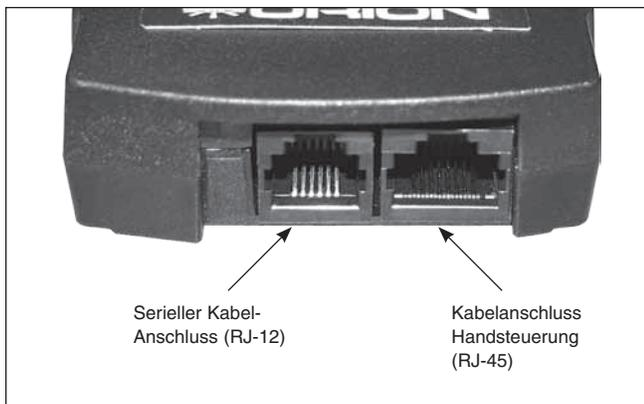

Abbildung 14. Die Eingänge für GoTo-Handsteuerung
3. Schließen Sie das andere Ende der Spiralkabel an der Handsteuerungsmodularbuchse (**Abbildung 14**) an.